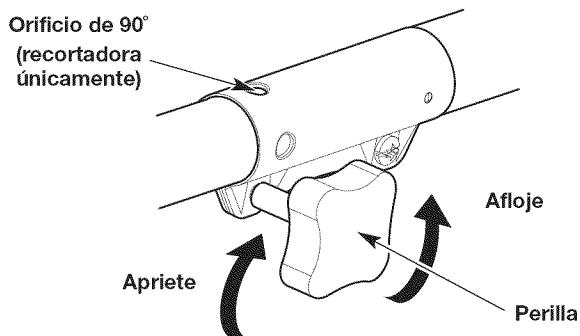

Fig. 5
- Gire la perilla en el sentido contrario a las agujas del reloj para aflojar el acoplador (Fig. 5).
- Gire la perilla en el sentido de las agujas del reloj para apretar el acoplador (Fig. 5).
NOTA: Para un reborde decorativo con un accesorio de recorte, trabe el botón de liberación en el orificio de 90° (Fig. 5).